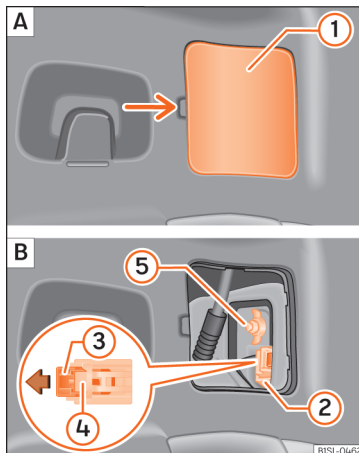

Abb. 89 Seitlich im Gepäckraum: A: Abdeckung abnehmen, B: Rückleuchte ausbauen.
2. Abdeckung ① vorsichtig abhebeln » Abb. 89 A.
Ziehen Sie an der Verriegelung ③ am Stecker ② in Pfeilrichtung » Abb. 89 B. Nehmen Sie dazu den Schraubendreher aus dem Bordwerkzeug.
4. Verrastung ④ drücken und den Stecker ② abziehen » Abb. 89 B.
5. Flügelmutter herausdrehen ⑤ » Abb. 89 B.
12. Mit einer Hand die Rückleuchte an der Einbauposition halten und mit der anderen die Flügelmutter festdrehen ⑤ » Abb. 89 B.
14. Anschlussstecker ② auf den Lampenhalter stecken und Verriegelung ③ entgegen der Pfeilrichtung in den Stecker drücken » Abb. 89 B.